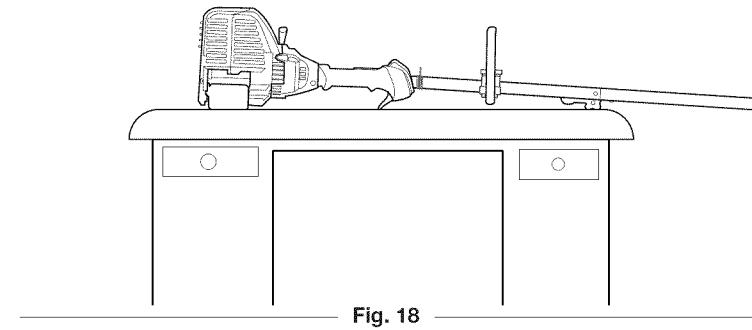

Fig. 18
2. **Ubique la unidad sobre una superficie plana y nivelada**, como un banco de trabajo o una mesa. El protector del cabezal de corte debe quedar colgando del borde de manera que el motor quede nivelado (Fig. 18).